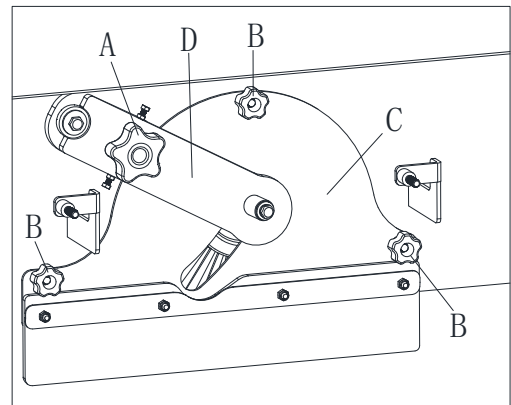

Рис. 23
4. Отверните ручку (А, рис. 23) и снимите кронштейн ступицы привода (D, рис. 23).
5. Отверните ручки (В, рис. 23) и снимите крышку отсека для щеток (С, рис. 23).
12. Установите кронштейн ступицы привода (D, рис. 23), затянув ручку (А, рис. 23).